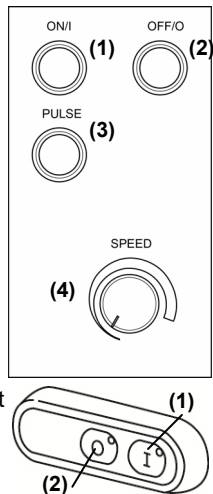

Abb. 5
1. Die Starttaste ON (Bez. 1 - Abb. 5) und die Stopptaste OFF (Bez. 2 - Abb. 5) drücken.
3. Prüfen, ob durch die Drehung des Geschwindigkeitsreglers SPEED (Bez. 4 - Abb. 5 in den Modellen VT) im Uhrzeigersinn die Drehzahl steigt und umgekehrt.
4. Die Taste PULSE (Bez. 3 - Abb. 5 in den Modellen VT) für den Gerätebetrieb mit kurzen Impulsen drücken.
Die Bedienelemente sind entlang dem Gehäuse des Cutters angeordnet (Abb. 5).
ACHTUNG! Vor der Ausführung von Reinigungsarbeiten den Geschwindigkeitsregler auf die niedrigste Drehzahlstufe stellen (Bez. 4 - Abb. 5) und dann den Netzstecker abziehen, um das Gerät komplett von der restlichen Anlage zu trennen.